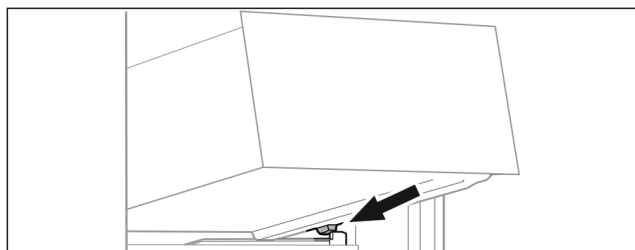

Fig. 90
- Lade schuin achter de stoppers op containerrib plaatsen. (zie Fig. 90)